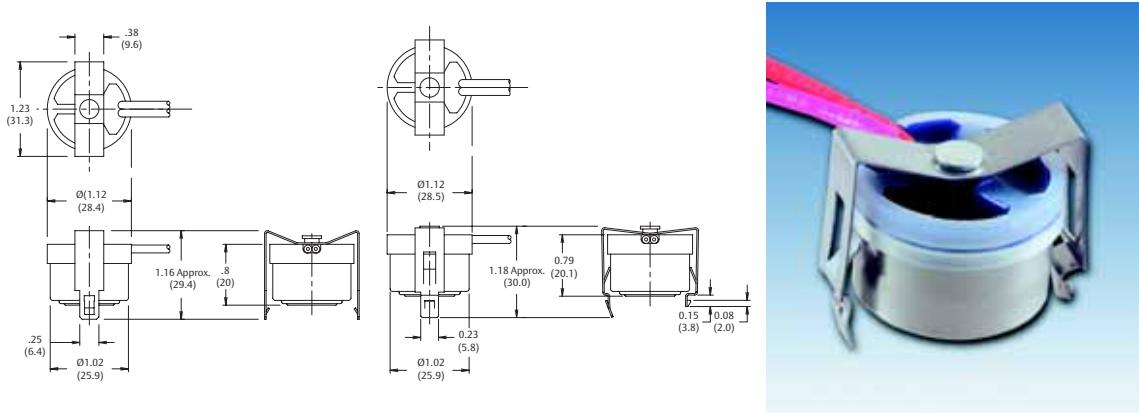

图 3
**嵌入式安装**——嵌入式安装托架将把传感元件完全固定住（见图 3），表面厚度从 0.03 英寸(0.8mm)到 0.06 英寸(1.5mm)不等。